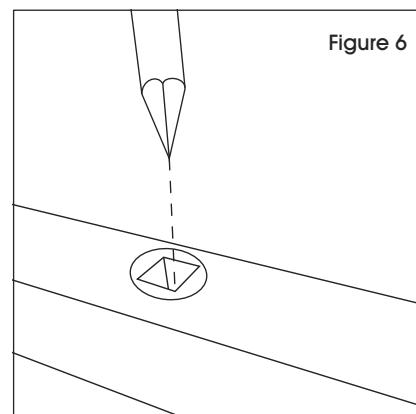

Figure 6
8. Pour installer le porte-affiche, insérez l'extrémité pointue dans le trou central du dessus de la barre transversale supérieure. Pour changer son orientation, tournez-le sur 90 degrés et réinsérez l'affiche. (Voir Figure 6)